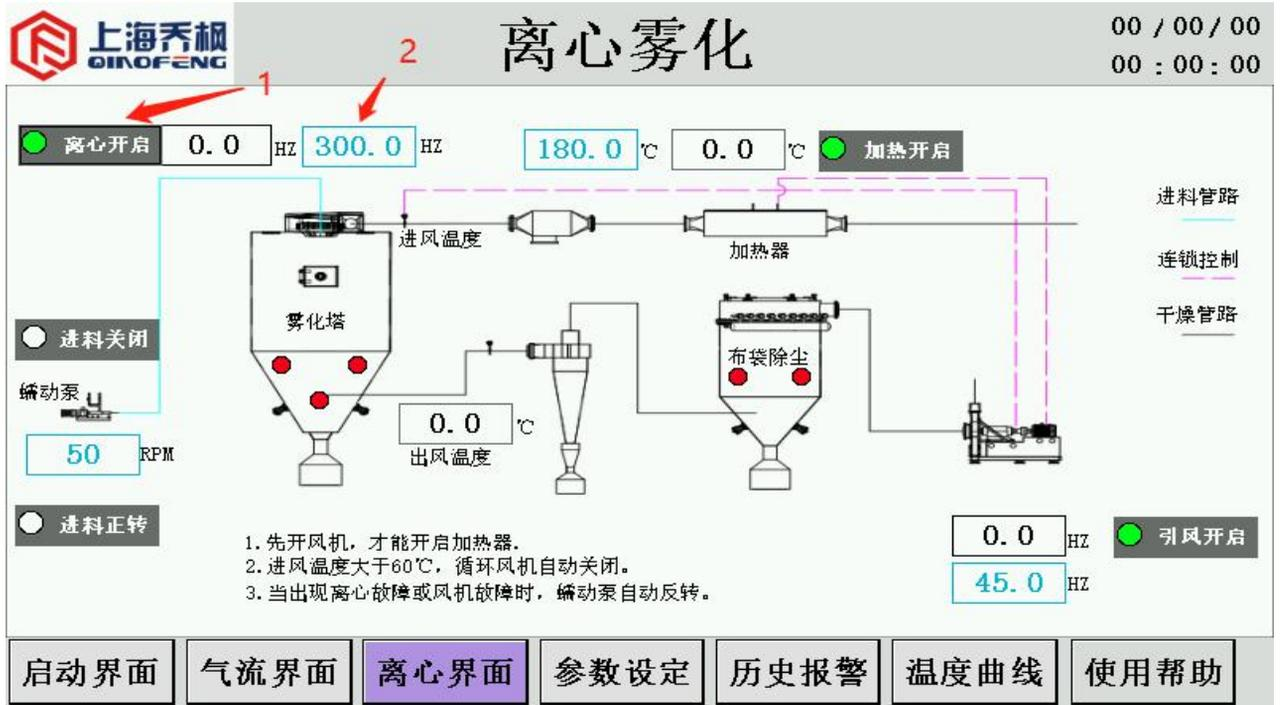

图 10
(6) 点击“离心雾化按钮”1，停止雾化电机。点击“HZ”前的设定框2，用虚拟键盘输入“0-50”，即为雾化电机工作频率为0-50Hz，点击“离心雾化按钮1，雾化电机。显示状态如图10所示。